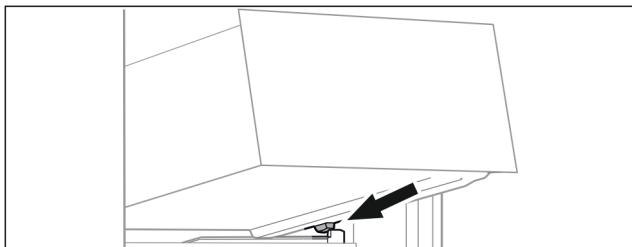

Fig. 20
- Nasadte zásuvku šikmo za zarážky na žebrování na nádoby. (viz Fig. 20)